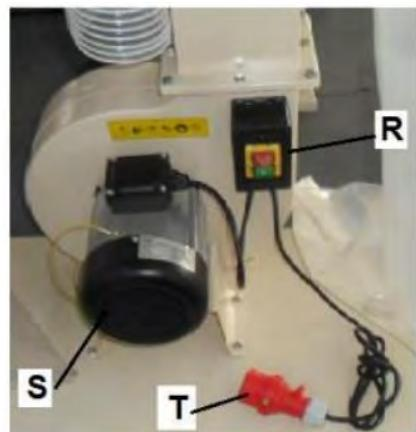

Рис. 13
Запуск и остановка вытяжной установки осуществляется магнитным переключателем (R). Разъем подключения питания обозначен буквой T, Рис. 13.